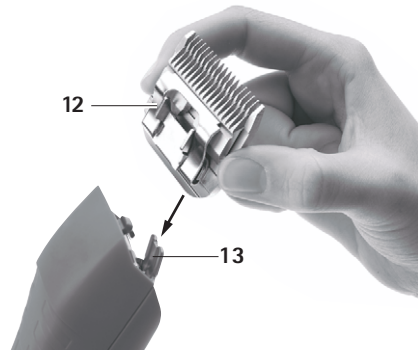

图 2
- 切割頭 12 插在開啓之量測鉸鏈 13 上，參見 图 2。
- 切割頭 12 輕輕朝 FAV5 CL/Fortis 剪毛機方向按壓，參見 图 2。